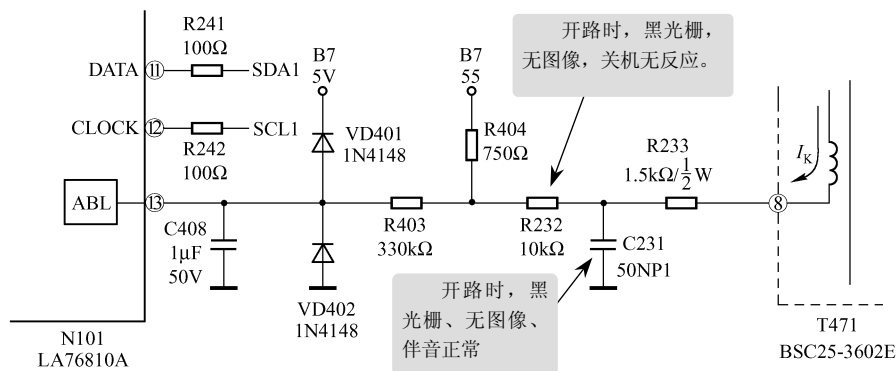

图 7-26 SVAD2955F ABL 自动亮度限制电路故障检修
检查与分析: 首先注意观察, 在刚开机时光栅图像一黑一亮抖动, 持续一会儿后便稳定在黑暗状态, 伴音始终正常。根据检修经验和该种机芯电路的特点, 这时应重点检查 ABL 自动亮度限制电路, 如图 7-26 所示。
小结: 在如图 7-26 所示中, R404 与 T471⑧脚等组成 ABL 自动亮度限制电路, 为 T471⑧脚提供  $I_K$  电流回路, 并通过 R403 限制 N101⑬脚的工作电压。N101⑬脚为自动亮度(对比度)限制控制端, 有图像正常工作时的动态电压约为 4.36V, 无图像时静态电压为 4.56V, 待机时电压为 0.11V。在正常状态下, 当 T471⑧脚束电流减小时, T471⑧脚电压升高, N101 (LA76810A) ⑬脚电压升高, 亮度对比度增强。当⑬脚电压超过 5.6V 时, VD401 导通, ⑬脚电压被钳位在 5.0V, 从而限制最大亮度; 反之, 当 T471⑧脚束电流增大时, VD402 导通, 限制亮度最暗的程度。